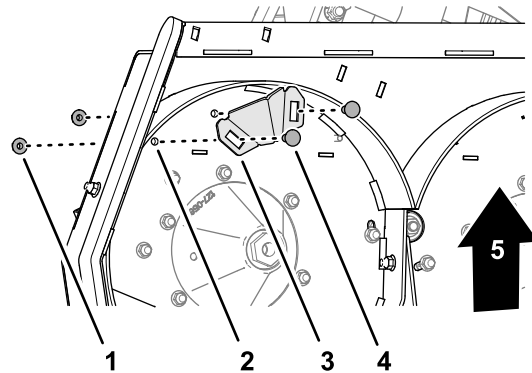

Figura 39
4. Sul lato inferiore destro del piatto di taglio, rimuovete i 2 bulloni a testa tonda ($\frac{3}{8}$ " x 1") e 2 dadi di bloccaggio flangiati ($\frac{3}{8}$ ") che fissano il raccordo dell'inserto al piatto di taglio e rimuovete il raccordo dell'inserto (Figura 39).
5. Montate 2 viti a testa cilindrica flangiata ($\frac{3}{8}$ " x 1") nei fori da 10 mm nel piatto di taglio (Figura 39) e fissate le viti a testa cilindrica con 2 dadi di bloccaggio flangiati ($\frac{3}{8}$ ") rimossi al passaggio 4.